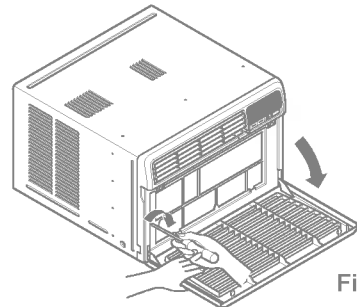

Fig. 11
- Tire hacia abajo la parrilla de entrada y asegúrela con un tornillo Tipo A ⑤ a través de la parrilla frontal. (ver Fig. 11)